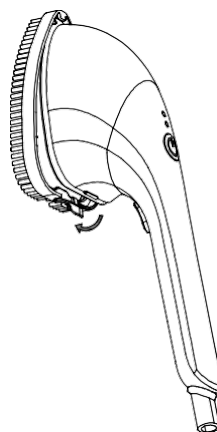

Figure 7
2. Tenir le fer, appuyer sur le bouton situé au bas de la brosse et la retirer (figure 7).